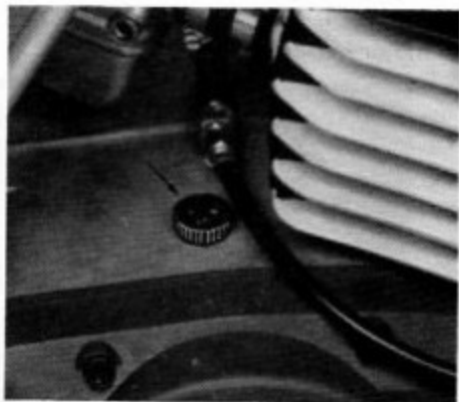
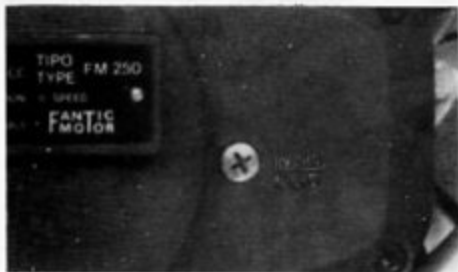

Fig. 9 - Tappo carico olio motore
Fig. 11 - Vite livello oli
- togliere il tappo di carico dell'olio posto sulla parte superiore destra del motore (Fig. 9).
- svitare di 2 o 3 giri la vite livello olio (Fig. 11) e versare dal tappo di carico (Fig. 9) Kg. 1,5 di olio motore viscosità SAE 30.